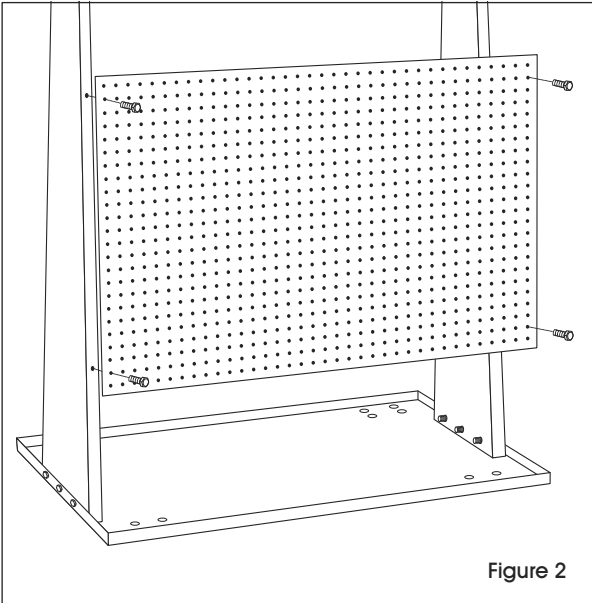

Figure 2
1. Placez un panneau perforé en travers de la partie inférieure des deux panneaux de support pour que le second trou du haut et du bas du panneau perforé s'aligne sur les trous des panneaux de support. (Voir Figure 2)
2. Insérez quatre boulons courts à travers les trous du panneau perforé. Vissez à l'aide de la clé de 10 mm sans serrer. (Voir Figure 2)